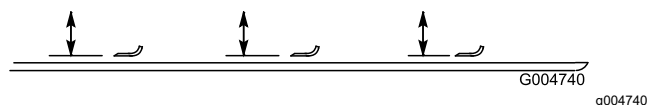

Figura 125
2. Gire la cuchilla hasta que los extremos estén orientados hacia adelante y hacia atrás, y mida desde el interior de la unidad de corte al filo de corte en la parte delantera de la cuchilla (Figura 125).